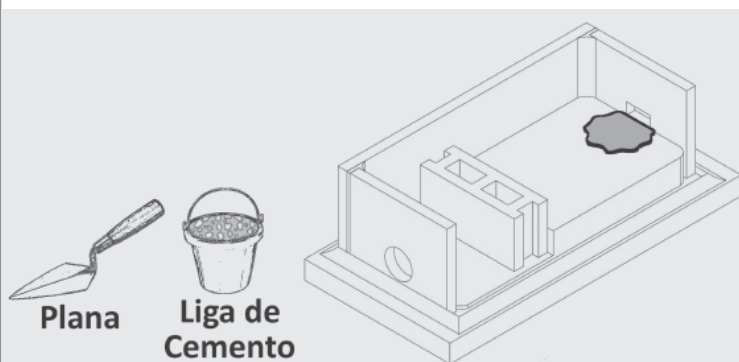

Figura 2
- #4 Con un chin de cemento, haga un piso de cemento para la chimenea **(Figura 2)**
- #5 Meter y pegar la chimenea así que la chimenea queda alineada con la apertura en la pared de cemento. Asegúrese de que la abertura circular de la parte de la chimenea esté alineada con la abertura circular (la boca) en la pared opuesta. **(Figura 2 y 3)**